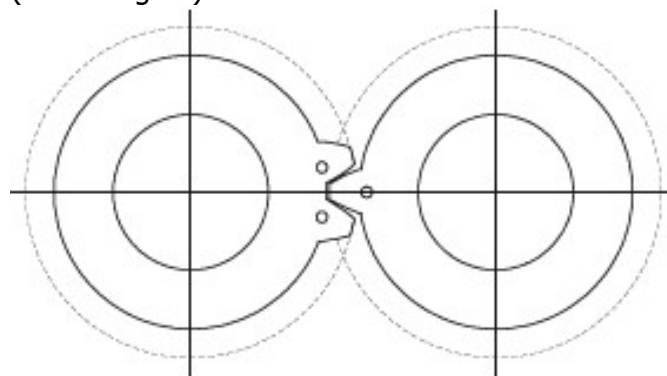

Abbildung 36 - Zahnrad-Taktmarken
**HINWEIS:** Beim Einsetzen des zweiten Zahnrads auf die Taktmarken der Zahnräder achten. (Abbildung 36)
- Sobald die Lagersicherungsmuttern entsprechend Tabelle 8 richtig angezogen sind, die Arbeitsfolge der obigen 7 Aufzählungspunkte wiederholen, um die Wellenkeile (28), die Zahnräder (6), die Sicherungsscheiben (7) und die Zahnradmuttern (8) einzupassen. Sicherstellen, dass die Taktmarken (Abbildung 36) aufeinander ausgerichtet sind.